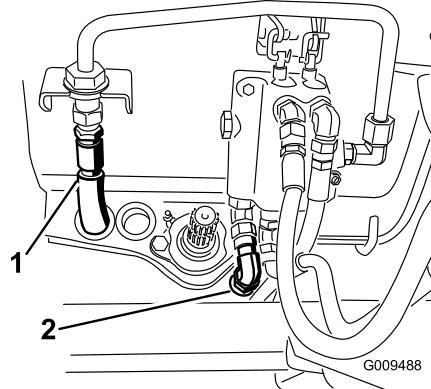

Рисунок 76
17. Отсоедините шланг бака от жесткой линии регулирующего клапана (Рисунок 76).
19. Отсоедините напорный шланг от регулирующего клапана (Рисунок 76).